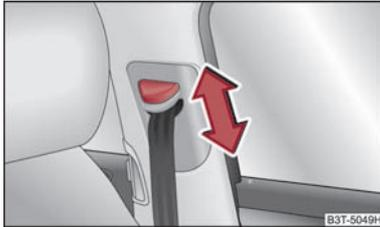

Abb. 4 Vordersitz: Gurthöheneinstellung
- Schieben Sie den Umlenkbügel in die gewünschte Richtung nach oben oder unten ⇒ Abb. 4.